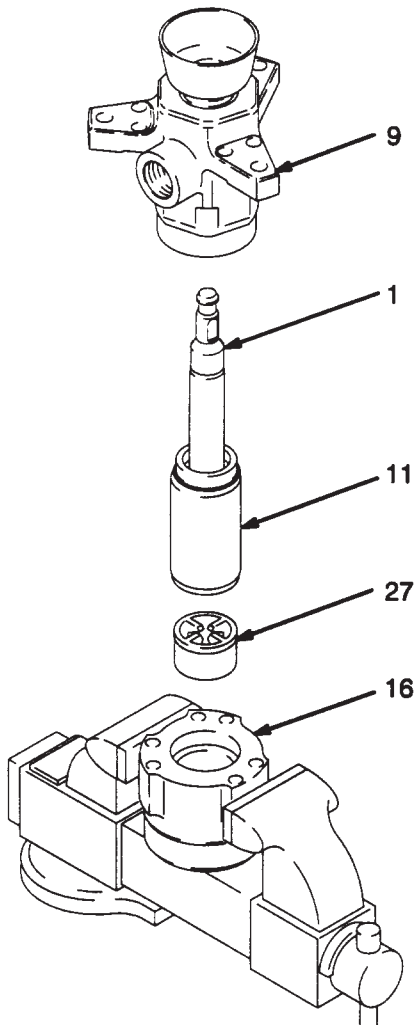

Fig. 6
4. Sfilare perpendicolarmente dall'alto della pompa l'alloggiamento d'uscita (9). Attenzione a non raschiare l'asta dello stantuffo (1) mentre si smonta l'alloggiamento. Cfr. fig. 6.
5. Sfilare il cilindro (11), l'asta dello stantuffo (1) e l'assieme stantuffo dalla valvola d'ingresso (16). Togliere la guida della sfera (27) dall'alloggiamento d'ingresso e verificare le superfici della guida. Cfr. fig. 6.
6. Con un mazzuolo di gomma spingere l'asta dello stantuffo (1) e l'assieme stantuffo dalla parte inferiore del cilindro (11) sino a liberare lo stantuffo. Tirare fuori dal cilindro l'asta e lo stantuffo, facendo attenzione a non raschiare i particolari.
5. Lubrificare la filettatura del dado premiguarnizione (2) ed installarlo senza stringere nell'alloggiamento d'uscita (9).
6. Lubrificare le guarnizioni dello stantuffo. Infilare l'asta dello stantuffo (1) e l'assieme dello stantuffo nel cilindro (11). Il cilindro è simmetrico, per cui l'una o l'altra estremità possono indifferentemente essere rivolte verso l'alto. Con un mazzuolo di gomma infilare l'asta nel cilindro sino a quando l'alloggiamento della sede dello stantuffo (14) non si trova quasi sul fondo del cilindro.
7. Collocare la guida della valvola d'ingresso (27) nell'alloggiamento d'ingresso (16). Piazzare verticalmente l'alloggiamento d'ingresso in una morsa. Cfr. fig. 6.
8. Installare l'O-ring (10\*) sul fondo del cilindro (11). Lubrificare l'O-ring. Collocare il cilindro sull'alloggiamento d'ingresso (16). Battere la parte superiore dell'asta volumetrica (1) con un mazzuolo di gomma, per far andare in sede il cilindro.
9. Installare l'O-ring (10\*) sulla parte superiore del cilindro (11). Lubrificare l'O-ring. Collocare l'alloggiamento d'uscita (9) sul cilindro.